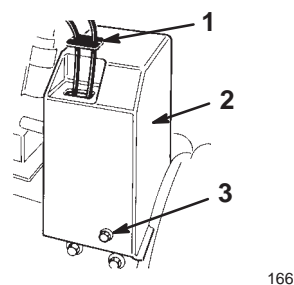

Figure 5
15. Enfilez la protection sur les câbles et dans l'orifice du couvercle de courroie (Fig. 5).